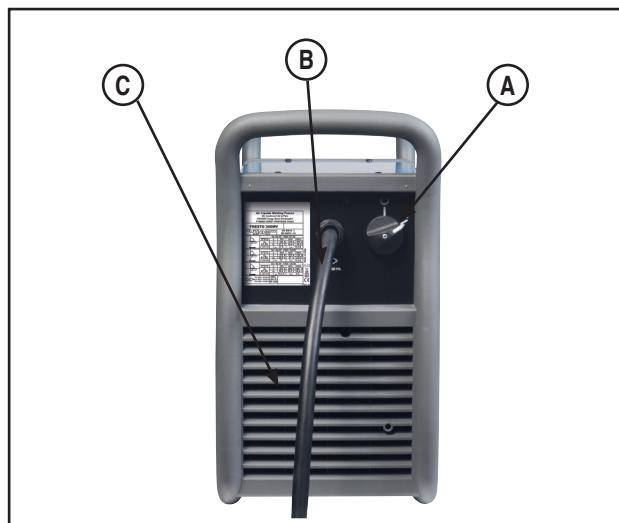

Fig. 3
- C. Ventilateur de refroidissement : le poste a un circuit F.A.N. (Fan As Needed – ventilation à la demande) à l'intérieur, qui allume (ON) ou éteint (OFF) le ventilateur automatiquement. Cette caractéristique réduit la quantité de saleté qui peut être aspirée à l'intérieur de la machine et réduit la consommation d'énergie. Lorsque la machine est allumée (ON) (Réf. A – Fig. 3), le ventilateur se met en marche (ON). Le ventilateur continue de tourner chaque fois que la machine est en train de souder. Si la machine n'est pas utilisée pour la soudure pendant plus de cinq minutes, le ventilateur s'éteint (OFF).
8. **Allumer (ON) la machine (Réf. A – Fig. 3)** et sélectionner le mode de soudage (Réf. 19 – Fig. 8).
8. Allumer (ON) la machine (Réf. A – Fig. 3). L'unité va démarrer avec le même réglage des paramètres précédents.
IMPORTANT : LORSQUE LA MACHINE EST SOUS TENSION (RÉF. A – FIG. 3) LA LED VERT DE MISE SOUS TENSION (ON) EST ALLUMÉE (RÉF. 10 – FIG. 8) EN MÊME TEMPS QUE L'UNE DES LED DE LA TENSION D'ENTRÉE (RÉF. 7, 8, 9 – FIG. 8) POUR INDICER LA CARACTÉRISTIQUE DU SECTEUR BRANCHÉ AU POSTE.